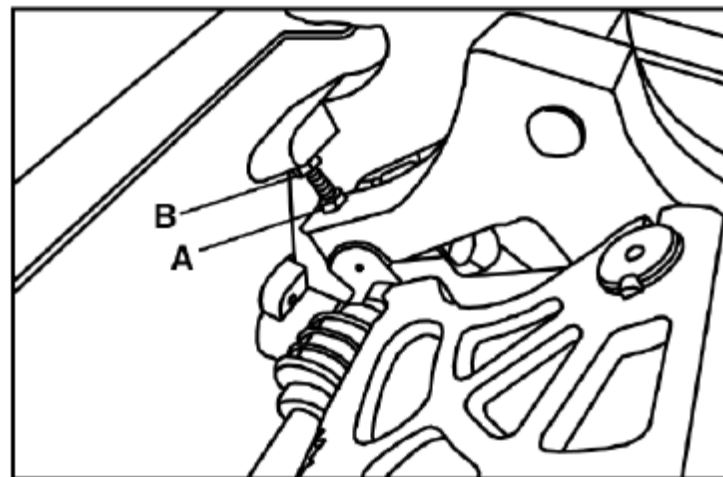

Рис. 28. Регулировка угла 45°
5. Если упор угла 45° установлен ненадлежащим образом, повернуть тот же маховик по часовой стрелке до упора и выполнить те же действия, но с помощью гайки (С), рис. 28, и упорного кольца (D). Упорный болт (D) должен упираться в передний кронштейн цапфы, когда диск находится под углом 45° к столу. При необходимости выполнить повторную проверку. Вновь затянуть гайку (С).